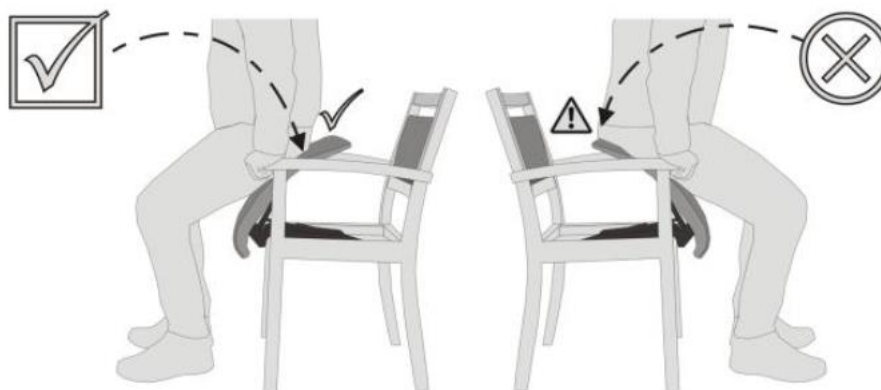

Abb.2
- ☞ Platzieren Sie beim Hinsetzen die Hinterkante Ihres Gesäßes auf circa 2/3 Höhe der Sitzfläche. Andernfalls besteht die Gefahr, dass Sie mit Ihrem Rücken gegen die Rückenlehne stoßen, bevor der Sitz vollständig abgesenkt ist. (Abb. 2)